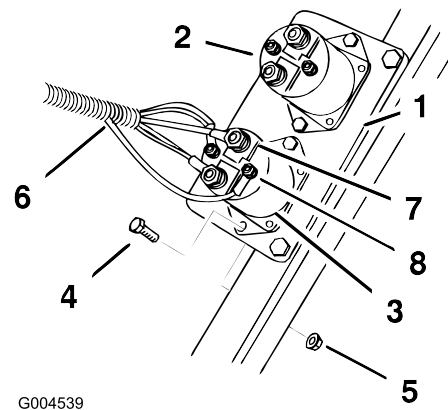

図 7
- 既存のプレートに、ソレノイドを取り付ける；ボルト(#10 x 3/4 インチ) 2本とナット(#10) を使って 図 7 のように取り付ける。